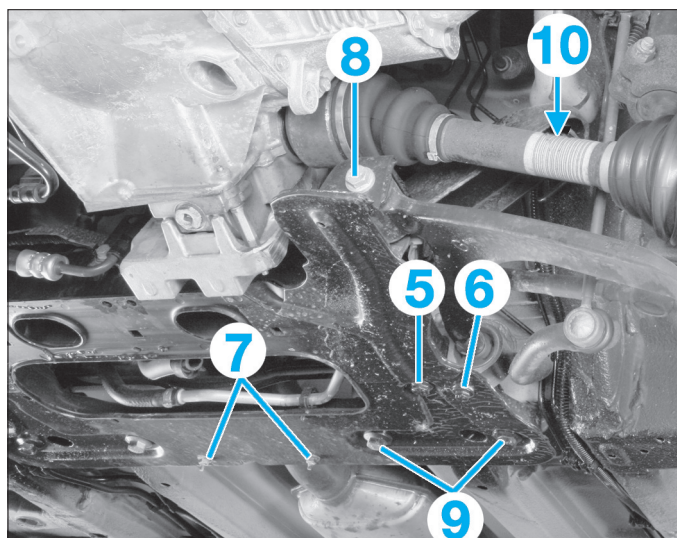

FIG. 15
- les vis (5) et (6) (Fig.15).
- Déposer les écrous et vis (7) et (8), puis écarter le bras inférieur.
- Soutenir le berceau à l'aide d'un vérin hydraulique ou d'un cric, puis déposer les vis de fixation (9) et (10) du berceau sur la caisse.
- Déposer les vis de fixation arrière (5) et (6) du bras inférieur (Fig.15).
- Déposer la vis de fixation (8) du palier avant du bras inférieur.